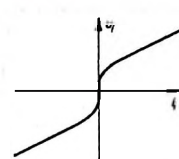

Bild 6. Eingangskennlinie der Schaltung nach Bild 4
Wie aus Gleichung (3) hervorgeht, ist  $R_i$  wegen der Frequenzabhängigkeit der Stromverstärkung  $\gamma$  ebenfalls frequenzabhängig. Andererseits zeigt die zusammengesetzte Eingangslinie der Anordnung (Bild 6), daß ihr Eingangswiderstand
unabhängige Verstärkung der Endstufe zu erreichen, muß die Eingangsspannung frequenzunabhängig und deshalb der Generatorwiderstand so klein wie möglich sein. Diese Überlegung wird an sich schon durch Gleichung (1) nahegelegt. Wie an Hand von Bild 6 jedoch leicht einzusehen ist, führt eine reine Spannungssteuerung zu einem nichtlinearen Eingangsstrom und damit zu den für B-Verstärker charakteristischen Übergangsverzerrungen, die vor allem bei kleinen Signalamplituden besonders stark in Erscheinung treten. Das übliche Verfahren, diese Verzerrungen kleinzuhalten, besteht darin, die Arbeitspunkte der Endstufentransistoren durch Einführung eines kleinen Ruhestromes in einen bereits gut linearen Bereich der Kennlinien zu verlegen (AB-Betrieb). Dabei gehen aber viele Vorteile des reinen B-Betriebes verloren, in diesem Fall auch die große Einfachheit der Schaltung.